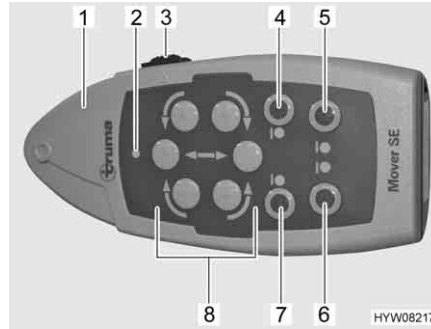

Fig. 7 Telecomando
- Spostare l'interruttore a scorrimento (Fig. 7,3) del telecomando (Fig. 7,1) su "ON" (I). Se il LED verde (Fig. 7,2) si accende, il sistema di manovra è pronto all'esercizio.
- Sui due lati, avvicinare i rulli di trasmissione ai pneumatici. A questo scopo, premere i tasti "Avvicinamento" (Fig. 7,4 e 7).
- Muovere il veicolo con i tasti direzionali (Fig. 7,8) nella posizione desiderata.
- Sui due lati, ruotare i rulli di trasmissione retraendoli dai pneumatici. A questo scopo, premere i tasti "Retrazione" (Fig. 7,5 e 6).
- Spostare l'interruttore a scorrimento (Fig. 7,3) del telecomando su "OFF" (0).